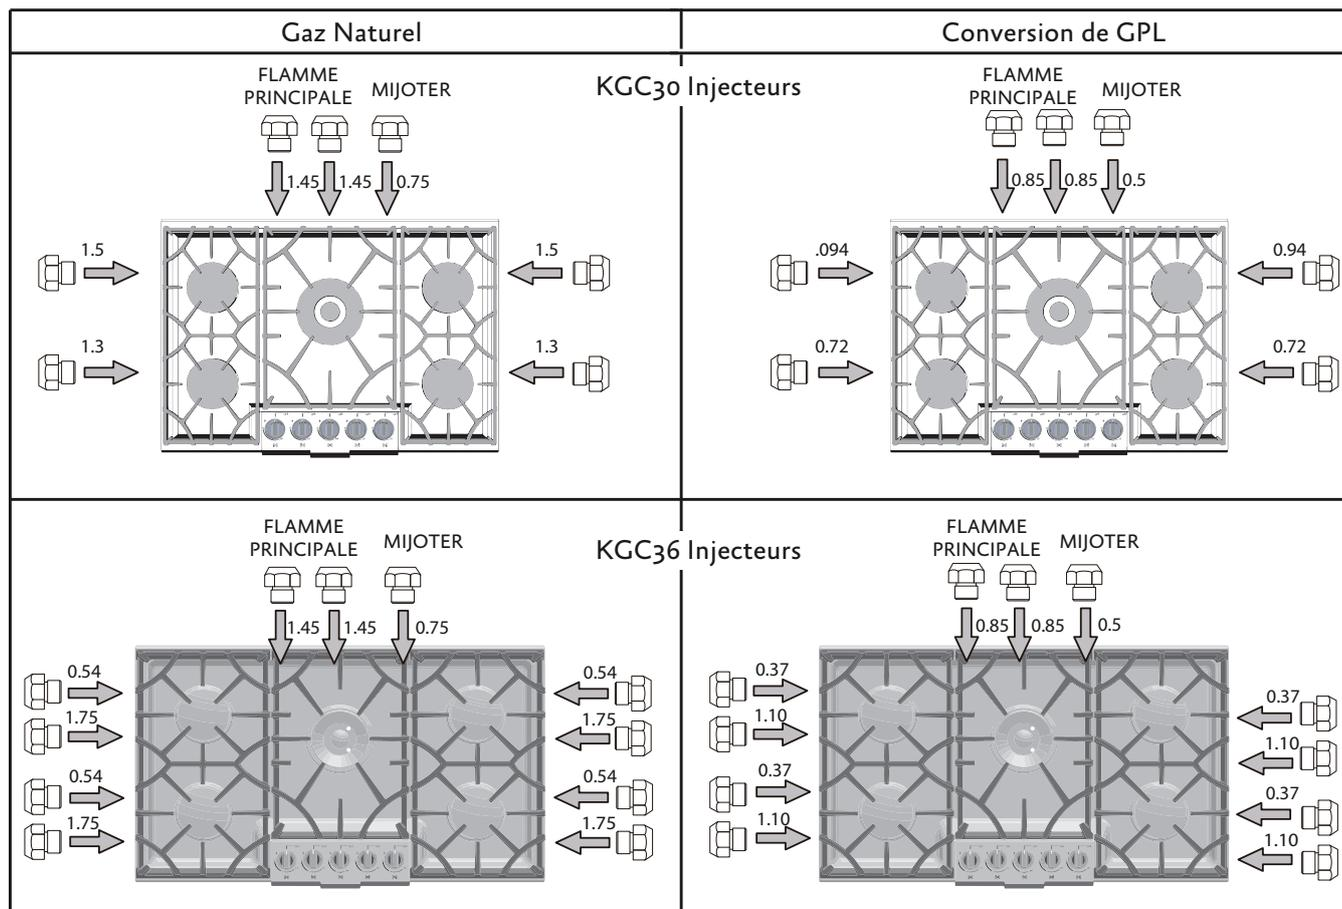

Figure 23. Position des Injecteurs
- 1) Retirez les grilles et les chapeaux des brûleurs (A).
- 2) Retirez l'épandeur de gaz (B).
- 3) Retirez la vis du couvercle de l'orifice (C). Retirez le couvercle de l'orifice.
- 4) L'orifice central (D) peut être retiré en utilisant un tourne-écrou de 9/32 po (dans le sens anti-horaire).
- 5) Les deux autres orifices (E) peuvent être retirés en utilisant une clé polygonale de 9/32 po. (Compteur dans le sens horaire.)
- 6) Installez les orifices fournis avec cet appareil dans le brûleur approprié. Chaque orifice a un numéro estampillé sur le côté, qui identifie le diamètre de l'orifice. (Voir la Figure 23 pour la orifices à utiliser dans chaque position du brûleur.)
- 1) Retirez les grilles et les chapeaux du brûleur (A).
- 3) Desserrer les orifices (C) en tournant le tourne-écrou de 9/32 po dans le sens anti-horaire.
- 4) Installez les orifices fournis avec cet appareil dans le brûleur approprié. Chaque orifice a un numéro estampillé sur le côté, qui identifie le diamètre de l'orifice. (Voir la Figure 23 pour la orifices à utiliser dans chaque position du brûleur.)
- 2) Remplacez les orifices de tous les brûleurs conformément aux instructions précédentes et à la Figure 23.